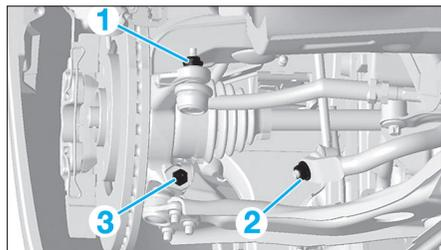

Fig. 9
- Déposer les écrous (1), (2) et (3) (Fig.9).